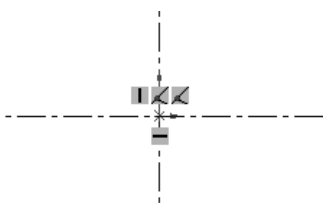

图 2.14.2 绘制中心线
Step 1 选择下拉菜单 **工具(T)** → **草图绘制实体(E)** → **中心线(C)** 命令, 在图形区绘制图 2.14.2 所示的无限长的中心线。